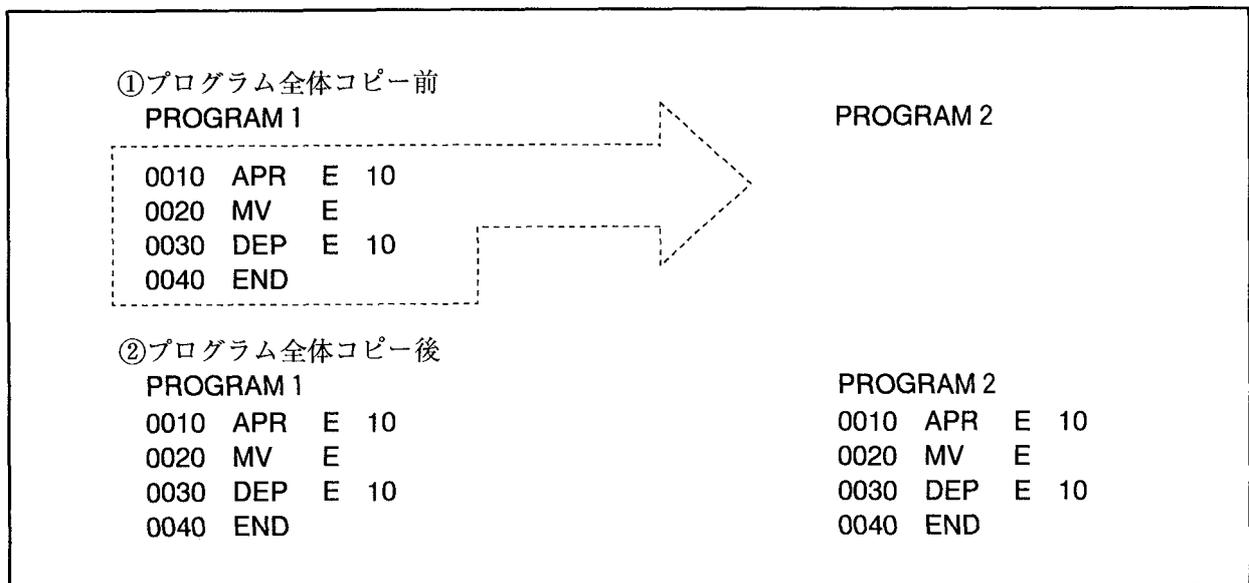

図7-1 PROGRAM1をPROGRAM2へ全体コピーする例
- 7.2 プログラムの全体コピー例 PROGRAM1をPROGRAM2へ全体コピーする例を図7-1に示します。